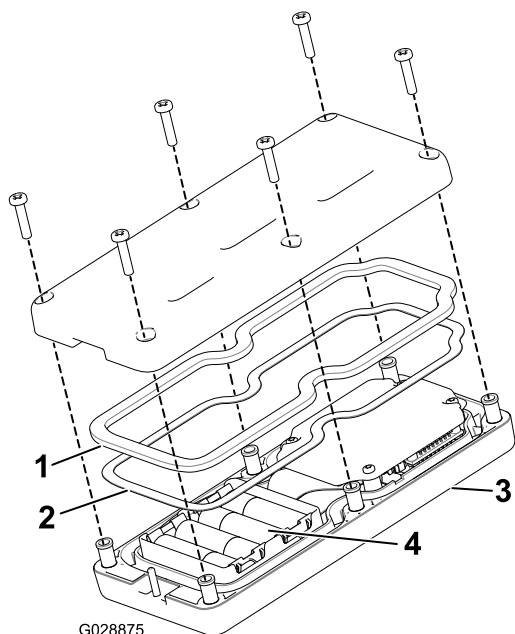

図 18
2. 電池を入れる 電池の向きに注意すること。電池を正しく入れないと、機械が損傷することはないが、操作ができない。電池を入れる箇所にはプラス・マイナスの表示がある 図 18。
3. スチール製のガスケットとゴム製のシールをリモートの溝にきちんとはめ、バックカバーを取り付ける (図 18)。
4. ねじ6本を使ってカバーを固定し 図 18、各ねじを  $1.5 - 1.7\text{N}\cdot\text{m}$   $0.15 - 0.17\text{ kg}\cdot\text{m} = 13 - 15\text{ in}\cdot\text{lb}$  にトルク締めする。